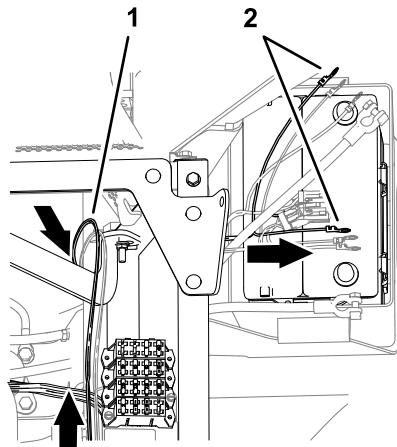

Рисунок 156
1. Проложите круглые клеммы жгута проводов с маркировкой BATTERY (АККУМУЛЯТОР) и GROUND (ЗАЗЕМЛЕНИЕ), назад и над опорой сиденья (Рисунок 156).
2. Проложите круглые клеммы под левой трубой рамы и поперек верхней части аккумулятора (Рисунок 156).